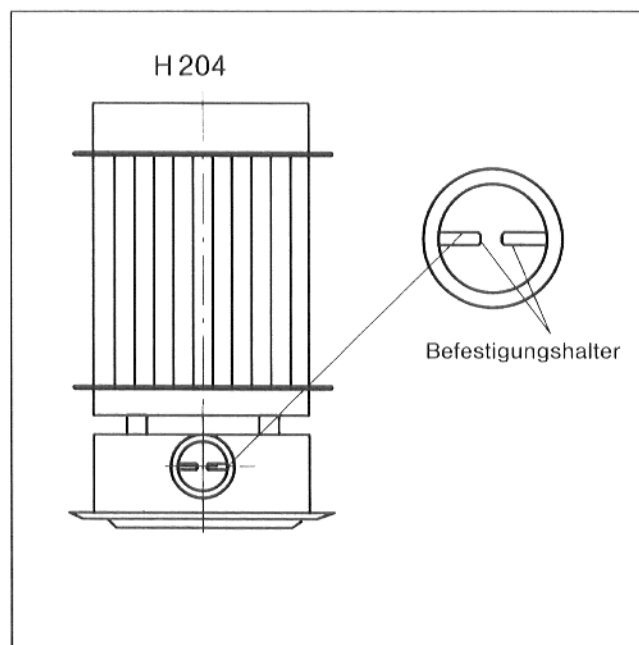

Abb. 16: Entfernen der Blende nur beim H 204
- Vor Einbau des Adapters, vorhandene Blende im Abgasstutzen (Abb. 16) durch Umbiegen der Befestigungshalter herausnehmen.